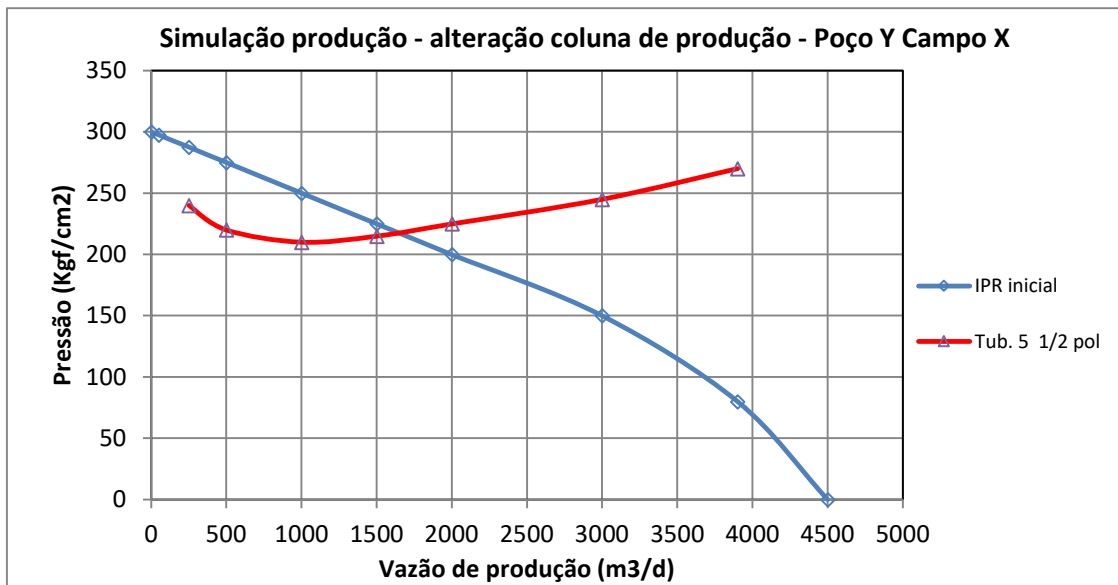

Figura 2– Simulação da Produção – coluna de produção de 5 ½ pol.
- I. Considere os resultados apresentados no gráfico da Figura 2.